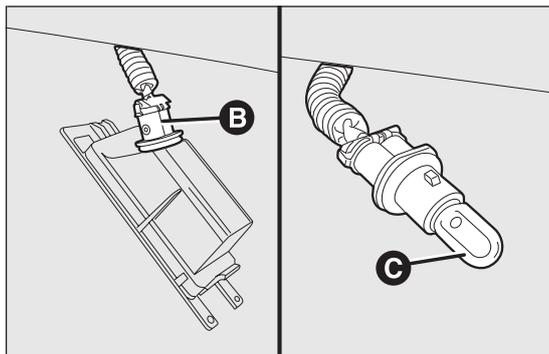

fig. 156
- ruotare il portalamпада B fig. 156 in senso antiorario, quindi sfilare la lampada C.